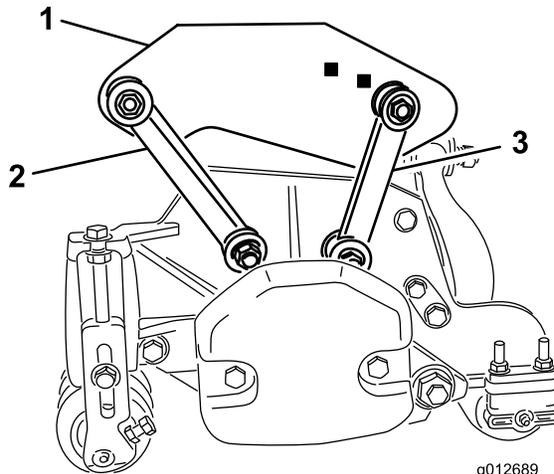

Рисунок 19
- Прикрепите передние монтажные тяги к отверстиям несущих рам с помощью болтов (3/8 x 2-1/4 дюйма), двух плоских шайб и контргаяк, как показано на Рисунок 19. Во время монтажа установите с каждой стороны
- Прикрепите задние монтажные тяги к отверстиям задних несущих рам с помощью болтов (3/8 x 2-1/4 дюйма), двух плоских шайб и контргаяк, как показано на Рисунок 19. Во время монтажа установите с каждой стороны тяги по шайбе. Затяните крепежные элементы с моментом 42 Н-м.